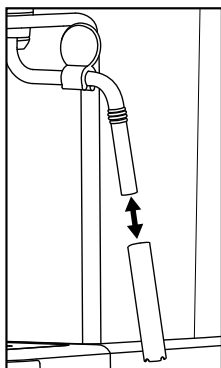

Figura 1
- Retire a capa do espumador de leite 10 (figura 1) e limpe-a cuidadosamente com água quente.
- 7) Coloque novamente a capa sobre o bocal (figura 1).